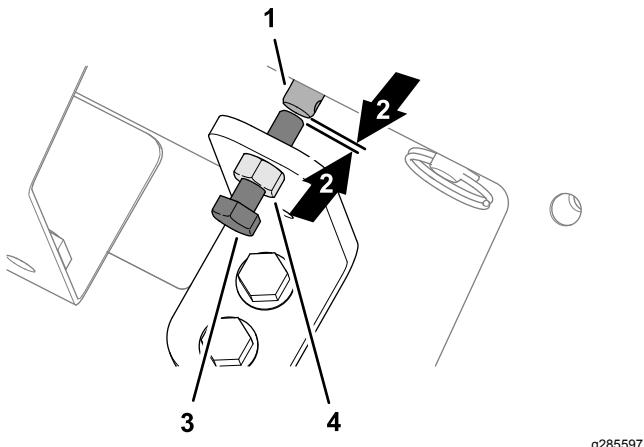

Figura 33
1. Allentate il controdado in corrispondenza della staffa del sistema di esclusione (Figura 33).
2. Ruotate la vite a testa esagonale del sistema di esclusione della valvola in senso orario finché non vedrete una piccola apertura tra l'estremità della vite e l'estremità dello stelo del solenoide della velocità del piano (Figura 33).
3. Serrate il controdado (Figura 33).